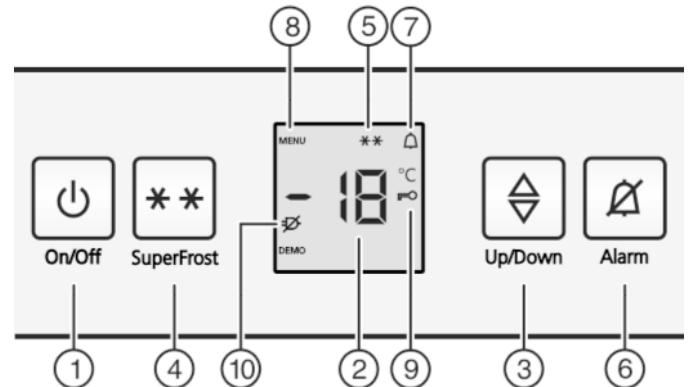

Fig. 2
- ▶ Premere il tasto On/Off Fig. 2 (1).
- ▶ Attivazione del modo regolazione: premere il tasto SuperFrost Fig. 2 (4) per ca. 5 sec.
- ▷ Sul display viene visualizzato il simbolo menu Fig. 2 (8).
- ▶ Confermare brevemente con il tasto SuperFrost Fig. 2 (4).
- ▷ Sul display si illumina il simbolo sicurezza bambini Fig. 2 (9).
- ▶ Premere brevemente il tasto On/Off Fig. 2 (1).
- ▷ Il simbolo sicurezza bambini Fig. 2 (9) si spegne.
- ▶ Premere il tasto Allarme Fig. 2 (6).
Contemporaneamente lampeggiano il display della temperatura e il simbolo Allarme Fig. 2 (7).
L'allarme acustico si disattiva automaticamente e il simbolo Allarme Fig. 2 (7) si spegne e il display della temperatura cessa di lampeggiare, quando la temperatura è di nuovo sufficientemente fredda.